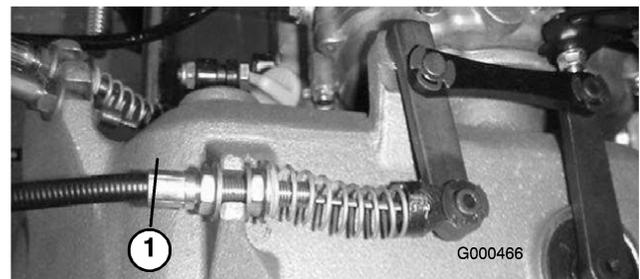

図 43
2. リール・コントロール・ケーブルの前ジャム・ナットをゆるめ、後ジャム・ナット（図 43：ギアボックスの上部）を締めてケーブルの張りを出し、さらに3.2～4.5 kgの力でリール・コントロールがつかないようにする。力の計測はコントロール・ノブの部分で行う。